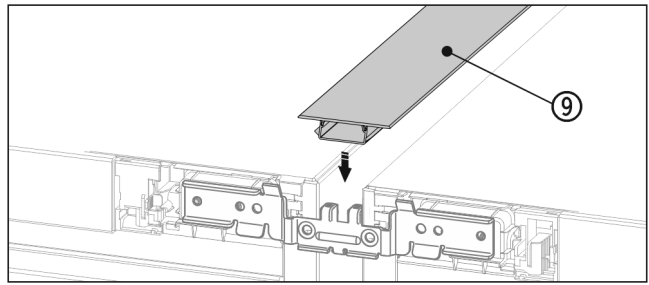

Fig. 21
- ▶ На верхней стороне вдавите в горизонтальную щель короткую декоративную планку Fig. 21 (9).